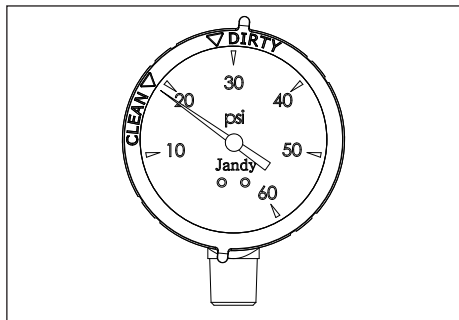

Figure 5. Manomètre avec circlip de blocage Clean/Dirty
- Une fois le manomètre stabilisé, tourner l'anneau d'encadrement de sorte que la flèche à côté du mot « CLEAN » soit alignée sur l'aiguille du manomètre. Voir la Figure 5. À mesure que le filtre nettoie l'eau et que la cartouche commence à obstruer l'écoulement, la pression commence à augmenter. Lorsque l'aiguille du manomètre s'aligne sur la flèche à côté du mot « DIRTY » sur l'anneau d'encadrement, le moment est venu de nettoyer le filtre, voir la Section 6.3. Ceci indique une pression supérieure de 10 et 12 psi par rapport à la pression initiale. S'assurer que la vitesse de la pompe est maintenue lors de la consignation de « CLEAN » et « DIRTY ».